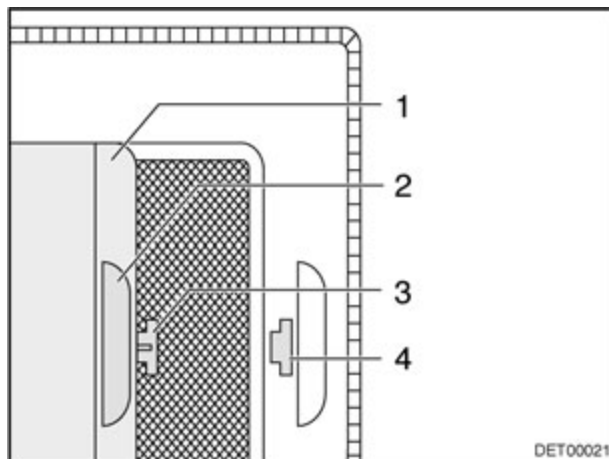

Fig. 39 Store occultant
- Tirer le store occultant (Fig. 39,1) par la poignée (Fig. 39,2) et accrocher le crochet (Fig. 39,3) dans l'ouverture (Fig. 39,4).
- Tirer le crochet (Fig. 39,3) de l'ouverture (Fig. 39,4) et laisser revenir le store occultant.